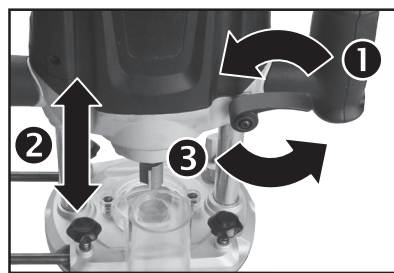

Abb. 12
1. Lösen Sie den Frästiefen-Sperrhebel (Abb.12).